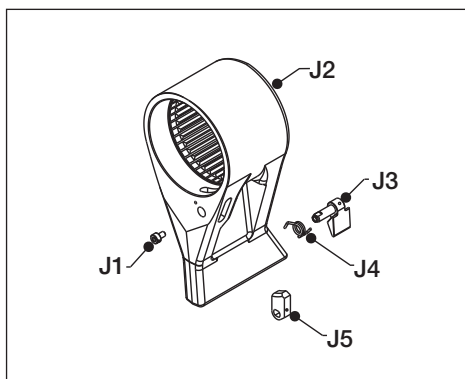

Fig. 26
- Reaktionsarm (Fig. 26, enhet J2)
#### 5.3.9 Reaktionsarmslås - Demontering och återmontering (Fig. 26)